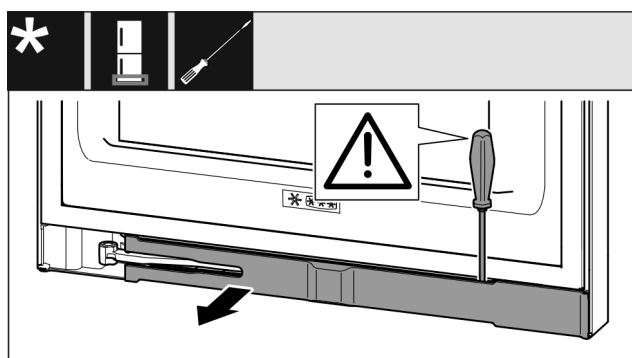

Fig. 17
- Atbrīvojiet aizsegu ar plakano skrūvgriezi un pagrieziet uz sāniem. (skat. Fig. 17)